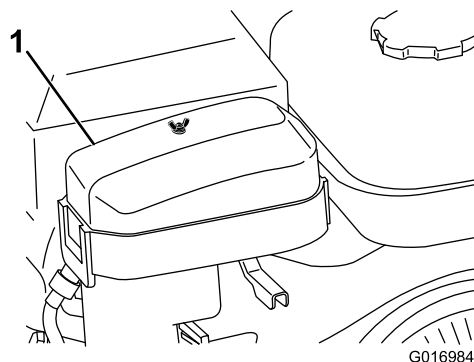

Figure 31
2. Enlevez l'écrou à oreilles qui fixe le couvercle du filtre à air et déposez le couvercle (Figure 31).